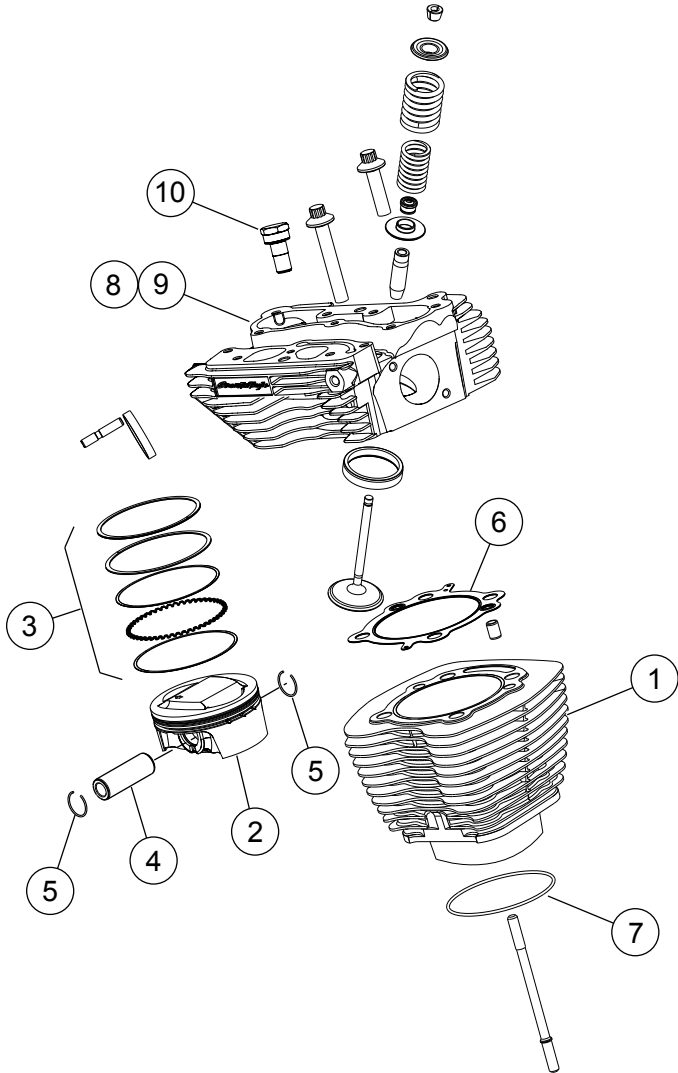
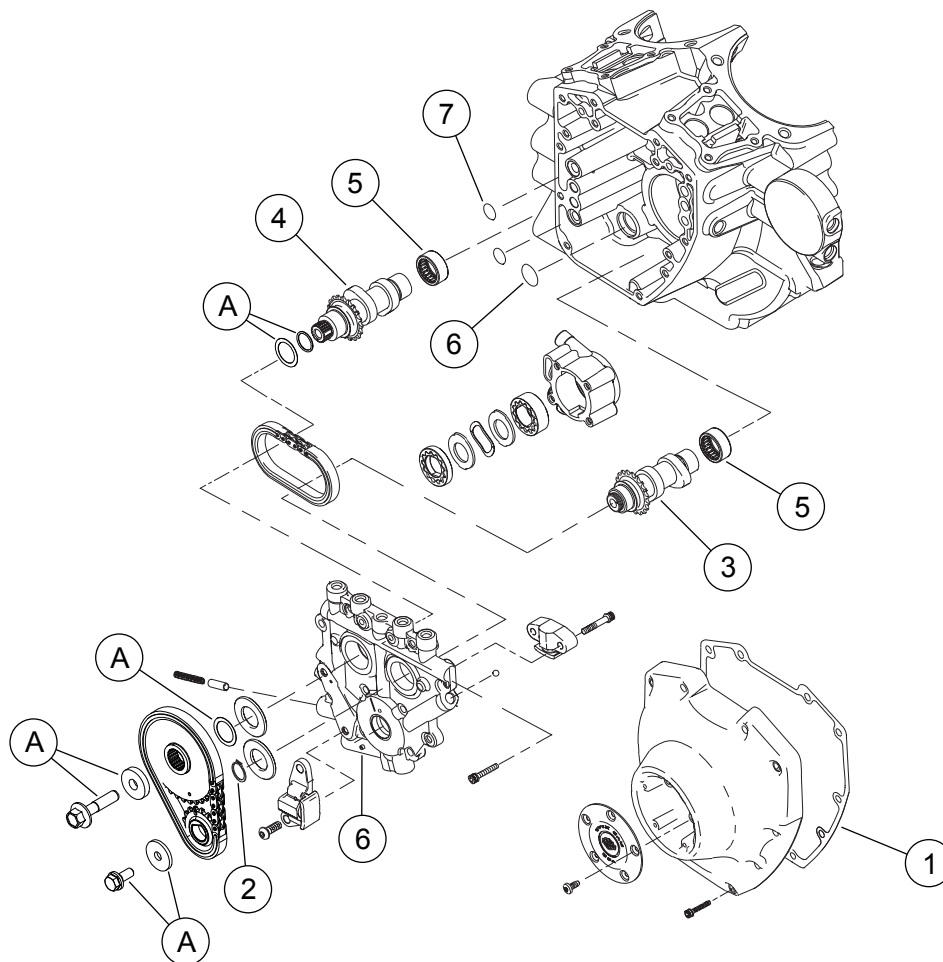

Figura 1. Parti di ricambio: Kit Screamin' Eagle Pro TC 103 CI Stage 4
Figura 3. Parti di ricambio: Kit Screamin' Eagle Pro TC 103 CI Stage 4
Vedere da Figura 1 a Figura 3, e da Tabella 1 a Tabella 3.
1. Vedere Figura 3 Controllare i cuscinetti a rulli dell'albero a camme (5) e sostituirli se necessario.
2. Vedere da Figura 1 a Figura 3 . Montare le camme sulle piastre per le camme, sulle testate performance e sulla parte superiore del motore usando le parti dal kit. Consultare le sezioni relative al MOTORE nel manuale di manutenzione.